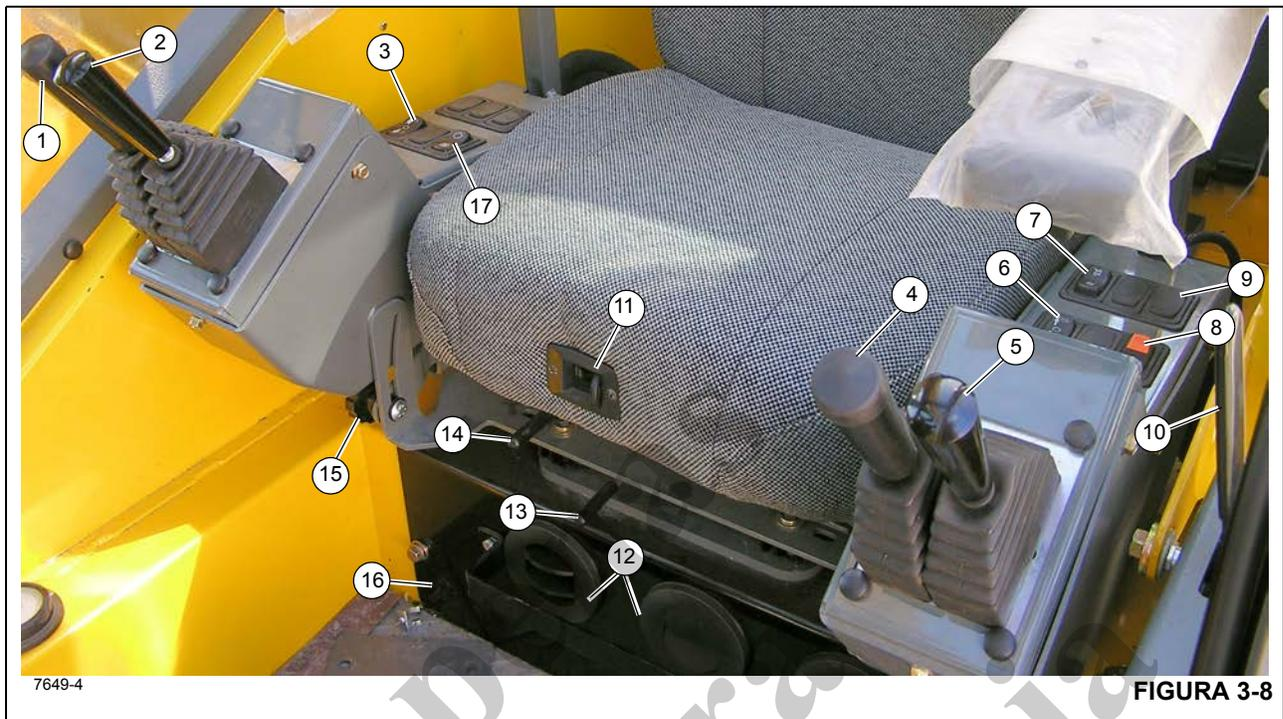

FIGURA 3-8
O indicador de diferencial do eixo bloqueado (22) (Figura 3-6) localiza-se no mostrador de indicadores da coluna de direção. Este indicador acende em âmbar depois que a chave de bloqueio do diferencial (10) (Figura 3-8) for pressionada na posição LOCK (Bloquear) e que as chaves de bloqueio do diferencial do transportador, localizadas em cada eixo, forem fechadas. Na posição LOCK (Bloquear), o diferencial não atua entre as rodas.
Números dos itens da Figura 3-8
O joystick do guincho principal (1) (Figura 3-8) localiza-se no apoio de braço direito. Quando empurrado para a frente, o joystick abaixa o cabo. Quando puxado para trás, ele eleva o cabo.
O joystick de elevação da lança (2) (Figura 3-8) localiza-se no apoio de braço direito. Quando empurrado para frente, o joystick abaixa a lança; quando puxado para trás, eleva a lança.
A chave seletora da velocidade do guincho principal (3) (Figura 3-8) é uma chave de três posições fixas (Alta/desligada/baixa) localizada no apoio de braço direito. Colocada na posição alta, permite a operação das funções do guincho principal e energiza o solenoide de velocidade alta do guincho principal, proporcionando altas velocidades do cabo. Colocada na posição central, desligada, a elevação de carga é impedida. Colocada na posição baixa, permite a operação das funções do guincho principal e desenergiza o solenoide de velocidade alta do guincho principal, proporcionando baixas velocidades do cabo.
O joystick do guincho do telescópio ou auxiliar (TELE ou AUX) (4) (Figura 3-8) está localizado no apoio de braço esquerdo. O joystick controla as funções do telescópio quando o guindaste não estiver equipado com um guincho auxiliar. Empurre o joystick para a frente para estender a lança ou puxe o joystick para trás para retrai-la.
O joystick de giro (5) (Figura 3-8) localiza-se no apoio de braço direito e controla a função de giro. Quando empurrado para frente, o joystick gira a plataforma rotativa no sentido horário; quando puxado para trás, gira a plataforma rotativa no sentido anti-horário. O guindaste é capaz de executar rotações de 360 graus em qualquer sentido.
A chave de controle da direção traseira (7) (Figura 3-8) tem três posições, centralizada por mola na posição desligada e está localizada no apoio de braço esquerdo. Pressione a
A chave seletora da velocidade do guincho principal (6) (Figura 3-8) é uma chave de três posições fixas (Alta/desligada/baixa) localizada no apoio de braço esquerdo. Colocada na posição alta, permite a operação das funções do guincho auxiliar e energiza o solenoide de velocidade alta do guincho auxiliar, proporcionando altas velocidades do cabo. Colocada na posição central, desligada, a elevação de carga é impedida. Colocada na posição baixa, permite a operação das funções do guincho auxiliar e desenergiza o solenoide de velocidade alta do guincho auxiliar, proporcionando baixas velocidades do cabo.
A chave de controle do freio de giro (8) (Figura 3-8) localiza-se no apoio de braço esquerdo. Este chave de duas posições ON/OFF (Ligada/Desligada) é usado para controlar uma válvula hidráulica que direciona um fluxo regulado de pressão do e para o freio de giro. Colocar a chave na posição ON (Ligada) aciona o freio de giro e colocá-la na posição OFF (Desligada) libera o freio de giro. Quando a chave estiver na posição ON (Ligada), a luz indicadora vermelha na coluna de direção acende. A chave tem uma trava para evitar ativação acidental.
A chave de bloqueio do diferencial (Diferencial do eixo) (9) (Figura 3-8) localiza-se no apoio de braço esquerdo. É uma chave temporária de duas posições indicada com LOCK (Bloquear) e UNLOCK (Desbloquear). Quando posicionado na posição LOCK, as estrias do colar de mudança se acoplam com as estrias da caixa do diferencial e os eixos e o conjunto do diferencial se travam ao mesmo tempo e não há nenhuma ação diferencial entre as rodas. Quando posicionado na posição UNLOCK (Desbloquear), há ação normal do diferencial entre as rodas em todos os momentos. O indicador âmbar na coluna de direção acende quando a chave em cada eixo é ativada.
Use a alavanca de liberação da porta da cabine (10) (Figura 3-8) para abrir e fechar a porta da cabine do lado de dentro da cabine.
Para ajustar o encosto do banco, pressione o botão de ajuste (11, (Figura 3-8)) e ajuste o assento conforme a necessidade.
A unidade de controle do ar-condicionado/aquecedor da cabine (16) (Figura 3-8) localiza-se na cabine, sob o assento do motorista. As saídas (12) fazem parte da unidade de controle climático e podem ser ajustadas para direcionar o fluxo de ar.
Movendo a alavanca de deslizamento do assento (13) (Figura 3-8) apenas o assento desliza para a frente ou para trás.
Movendo a alavanca de deslizamento da estrutura do assento (14) (Figura 3-8), o assento e a estrutura do assento deslizam para a frente ou para trás.
O apoio de braço e os controles do apoio de braço podem ser ajustados por meio do botão de ajuste (15) (Figura 3-8). Solte o botão e gire o apoio de braço até a posição desejada, reaperte o botão ao concluir o ajuste.
Os indicadores de rotação do guincho para os guinchos auxiliar e principal localizam-se na parte superior da respectiva alavanca de controle (1,4) (Figura 3-8). Cada indicador é acionado eletronicamente por um sinal de entrada originado por um sensor fixado ao guincho correspondente e por um sinal de saída de um módulo de controle. Cada alavanca de controle do guincho (1,4) pulsa quando o guincho correspondente estiver em funcionamento de maneira a ser sentida pelo polegar do operador.
A chave do auxílio hidráulico (17) (Figura 3-8) localiza-se no apoio de braço direito. Esta chave de duas posições é usada para controlar a válvula seletora do auxílio de velocidade alta. Com a chave na posição Ligada, a válvula solenoide é energizada. Nesse estado, a válvula solenoide interrompe o fluxo de óleo da seção 2 da bomba nº 1 para a válvula da direção traseira/estabilizadores. A válvula de segurança de gatilho abre para combinar este fluxo com a saída da bomba nº 1, seção 1.